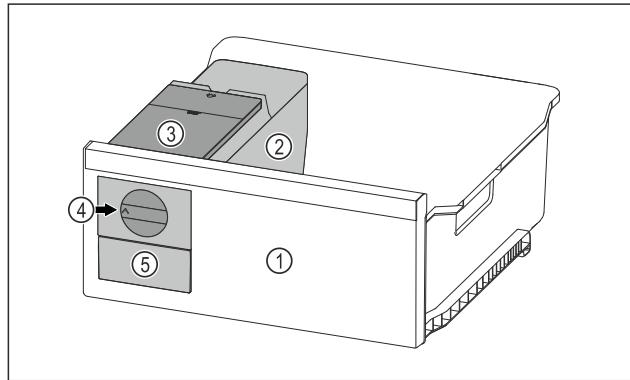

Fig. 66 Примерное изображение
- Поверните поворотную кнопку Fig. 66 (4) по часовой стрелке до упора.
- Кубики льда упадут из ванночки для кубиков льда в выдвижной ящик для кубиков льда Fig. 66 (5).